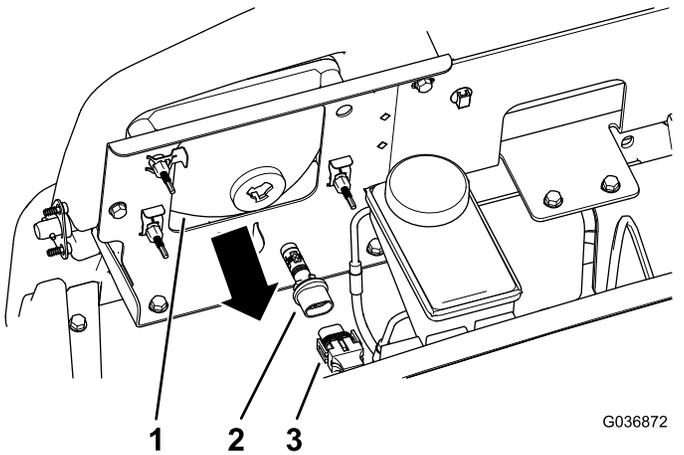

Figura 51
3. Scollegate il connettore elettrico del cablaggio dal connettore del gruppo luci sul retro del vano del faro (Figura 51).
4. Ruotate il gruppo luci di  $\frac{1}{4}$  giro in senso antiorario spostandolo indietro, fuori dalla sede del vano del faro (Figura 51).
5. Inserite il nuovo gruppo luci e il vano del faro e allineate le linguette nel gruppo luci alle fessure nel vano del faro (Figura 51).
6. Fissate il gruppo luci ruotandolo di  $\frac{1}{4}$  di giro in senso orario (Figura 51).
7. Collegate il connettore elettrico del cablaggio al connettore del nuovo gruppo luci (Figura 51).